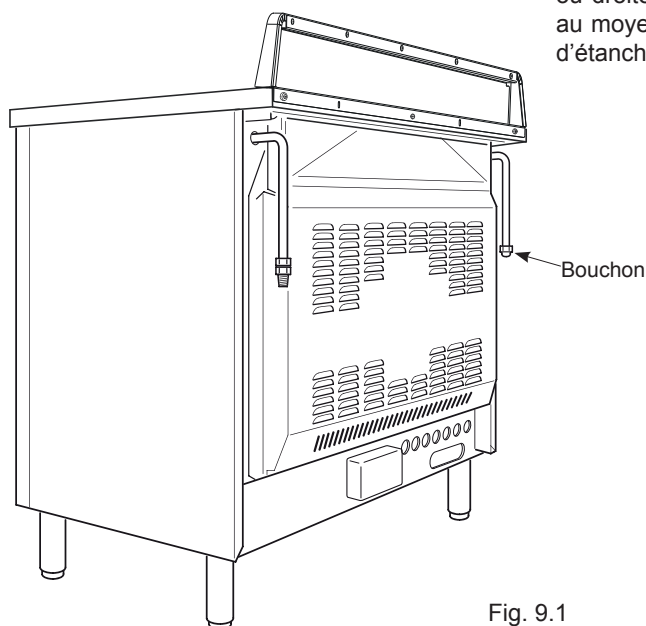

Fig. 9.1
- Le raccordement s'effectue à l'arrière de l'appareil, à gauche ou à droite (fig. 9.1), de façon à ce que le tuyau ne passe jamais derrière l'appareil.